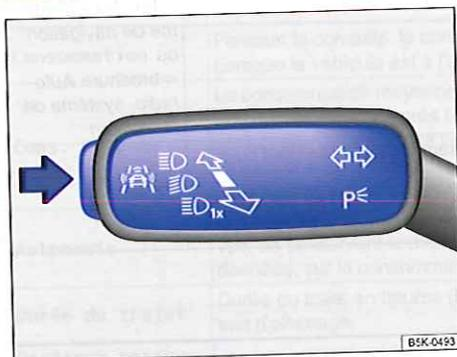

Fig. 18 Levier des clignotants et de l'inverseur-codes à gauche sur la colonne de direction : touche des systèmes d'aide à la conduite
- Appuyez sur la touche  $\Rightarrow$  fig. 18 dans le sens de la flèche pour accéder au menu **Assistants**.